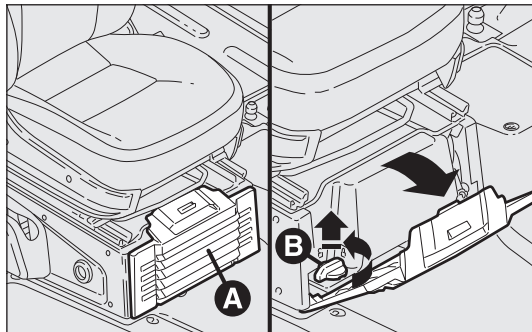
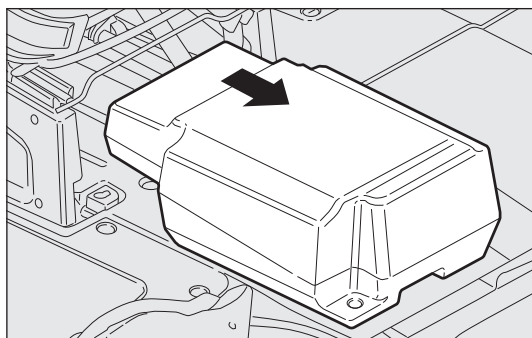

fig. 212
fig. 213
- Öppna lucka A och ta ut den enligt anvisningarna i fig. 212.
- Vrid låsknopp B moturs och ta bort den fig. 212 för att kunna dra ut facket fig. 213.